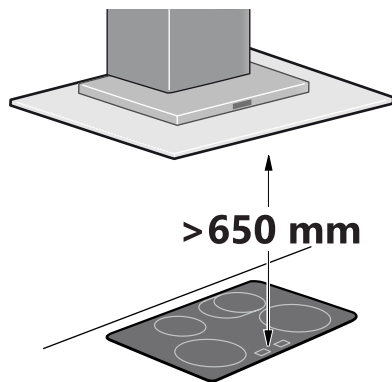

図1: クッキングヒーター
- クッキングヒーターとレンジフード下端の距離 650mm(図1参照)。